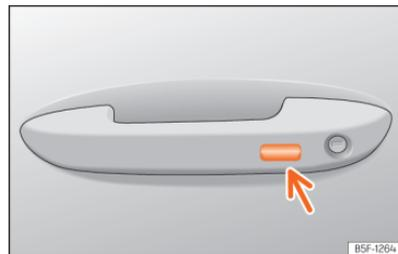

Abb. 87 Türgriff: Sensorfläche.
- **ODER:** mit dem Keyless Access-System (nur Schließen): Finger einige Sekunden auf der Sensorfläche zum Verriegeln (Abb. 87) (Pfeil) im Türgriff halten, um die Fenster und das Schiebedach zu schließen. Sobald Sie die Sensorfläche nicht mehr berühren, wird die Schließfunktion unterbrochen.
Halten Sie einige Sekunden lang einen Finger über die Verriegelungssensorfläche >>> **[Abb. 87]** (Pfeil) am Türgriff, damit das Dach geschlossen wird. Wenn Sie die Sensorfläche nicht mehr berühren, wird die Schließfunktion unterbrochen.